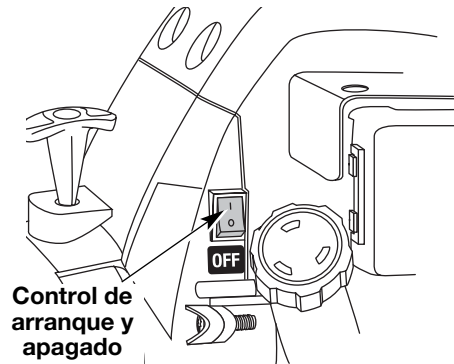

Fig. 6
- 3. Coloque el control de encendido y apagado en posición de ENCENDIDO (I) (Fig. 6).